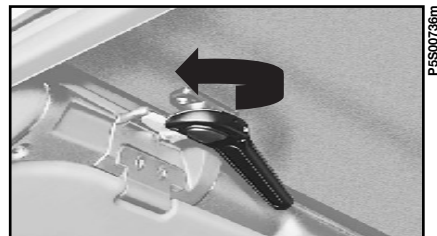

fig. 64
9) De l'intérieur de la voiture, baisser les pare-soleil et fixer le hard top sur la traverse de pare-brise en tournant les poignées spéciales **fig. 64**.